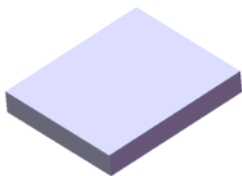

图 3.32.2 拉伸 1
Step2. 创建图 3.32.2 所示的基础特征——拉伸 1。选择下拉菜单    命令；选取前视基准面作为草图基准面，绘制图 3.32.3 所示的横断面草图；在“拉伸”对话框  区域的下拉列表中选择  选项，输入深度值 15.0；单击  按钮，完成拉伸 1 的创作。